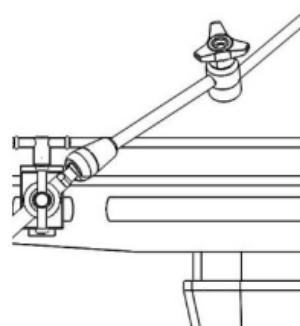

Figura 1
- Allentare la manopola del **morsetto da tavolo**. Fissare il morsetto da tavolo sul lato opposto del chirurgo che opera, posizionato vicino all'ascella del paziente, alla guida chirurgica sopra il telo sterile, quindi serrare il morsetto alla guida (Figura 1).